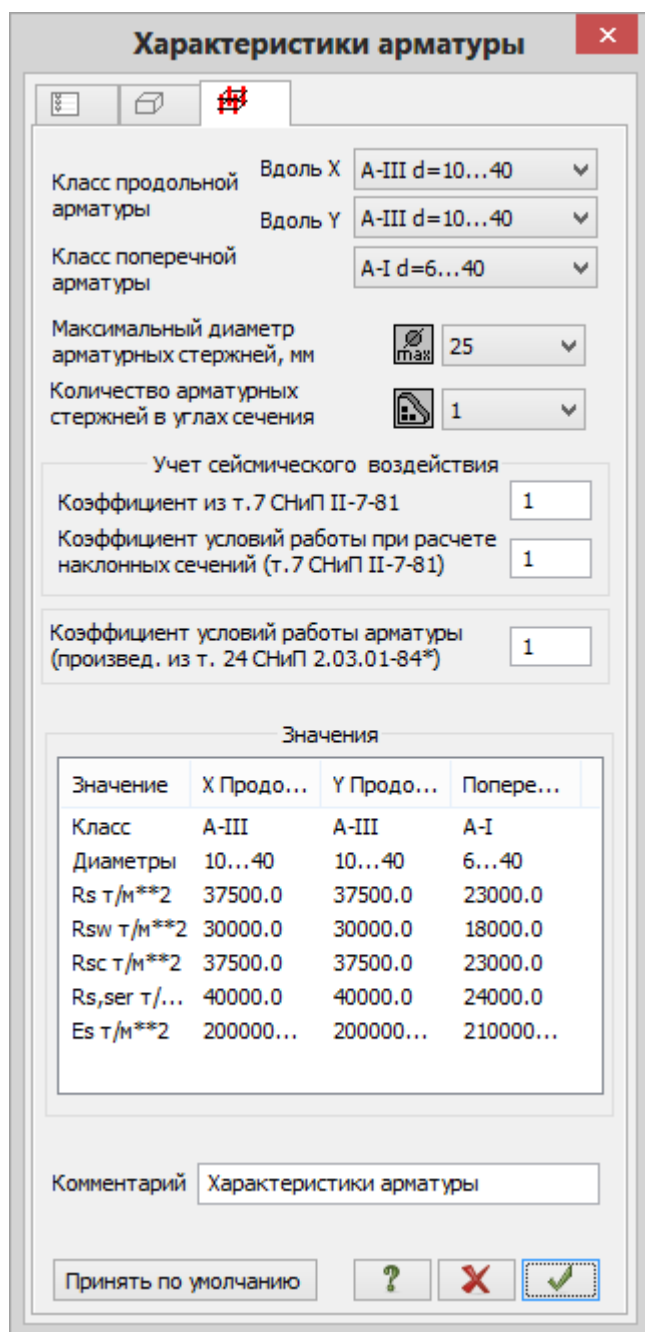

Рис.21.11. Диалоговое окно Характеристики арматуры
- На экран выводится диалоговое окно **Характеристики арматуры** (рис.21.11), в котором в раскрывающемся списке **Максимальный диаметр арматурных стержней** выберите строку соответствующую диаметру арматуры **25 мм**.